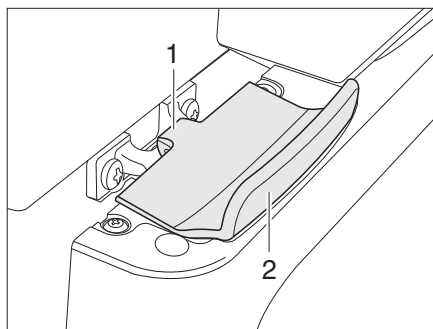

Fig. 328 Bloccaggio della porta del frigorifero, chiuso (Thetford)
*Apertura:* ■ Aprire la porta del frigorifero tirando la maniglia (Fig. 328,2). Il bloccaggio (Fig. 328,1) si sblocca automaticamente.